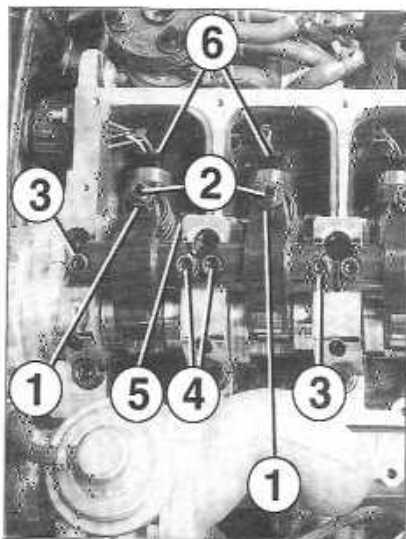
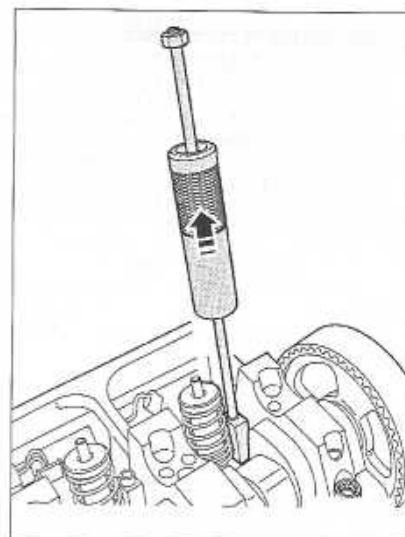

FIGURE 1-22
FIGURE 1-23
• Desserrer le contre-écrou (1) de la vis de réglage du culbuteur (2) concerné (**figure 1-22**).
• Déposer la rampe des culbuteurs en commençant par les 2 vis extérieures (3) de fixation, puis les vis intérieures (4).
• Desserrer la vis de fixation (5) de la bride de serrage puis déposer cette dernière.
• Débrancher le connecteur (6) de l'électrovanne de l'injecteur-pompe en faisant levier à l'aide d'un tournevis, par exemple.
• Mettre en place l'extracteur à inertie VAG T10055 dans la fente latérale (en lieu et place de la bride de serrage), puis extraire l'injecteur-pompe par de petits à-coups (**figure 1-23**).